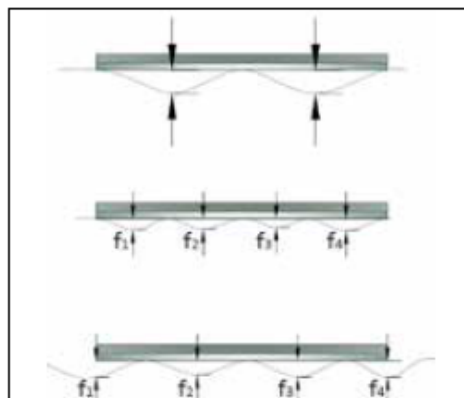

Fig. 3. Determinarea golurilor la măsurarea abaterii suprafeței față de plan și abaterea marginii față de linia dreaptă
- măsurarea golului, în milimetri, între oricare două puncte de contact, potrivit fig. 3;
- măsurarea golului, în milimetri, potrivit fig. 3;